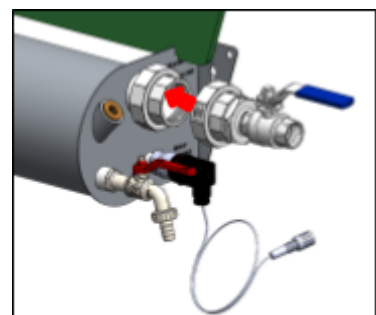

Abbildung 13.
- o Positionieren Sie den Kugelhahn so, dass der Griff in geöffneter Stellung vom Mischbehälter weg zeigt. Siehe Abbildung 13.